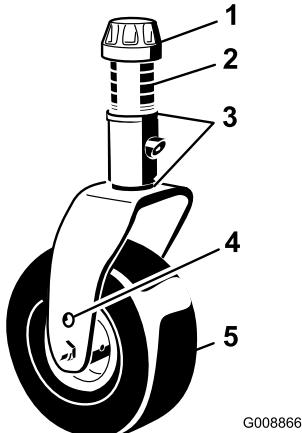

Figura 88
1. Togliete il tappo tenditore dall'asse del fusello ed estraete il fusello dal braccio della ruota orientabile (Figura 88).